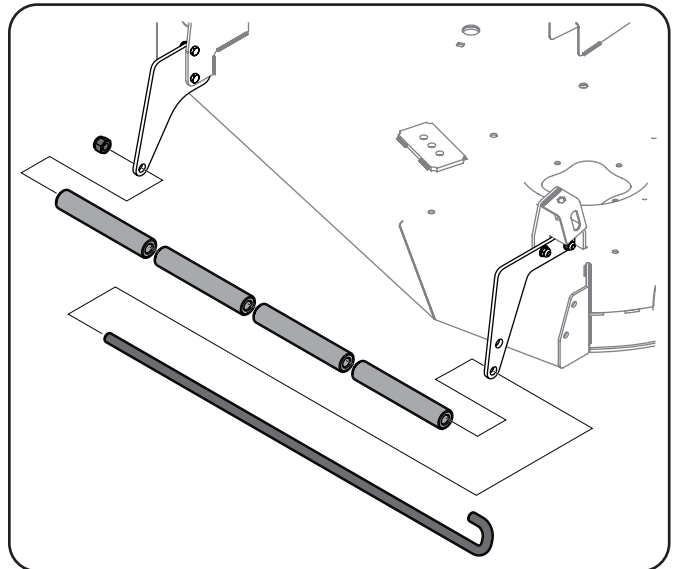

Figure 1-16
3. Debe alinear los cuatro rodillos (n.º 5) dentro de las ménsulas y deslizar el pasador de rodillo (n.º 2) a través del centro de los rodillos y dentro del orificio de montaje de la ménsula de rodillo del lado derecho (n.º 7), asegurando que el extremo de gancho en J del pasador quede sujeto en el orificio de montaje de la ménsula. Consulte la Figure 1-16.
4. Sujete el extremo del pasador de rodillo con una tuerca de seguridad de 1/2 (n.º 4). Consulte la Figure 1-16.